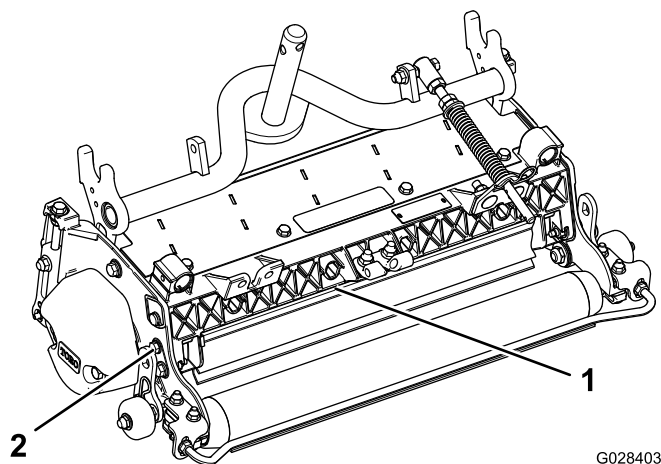

図 10
1. ガラスシールドのピボットについているボルトをゆるめる 図 10。
2. ガラスシールドを希望する高さに調節し、ボルトを締める 図 10。